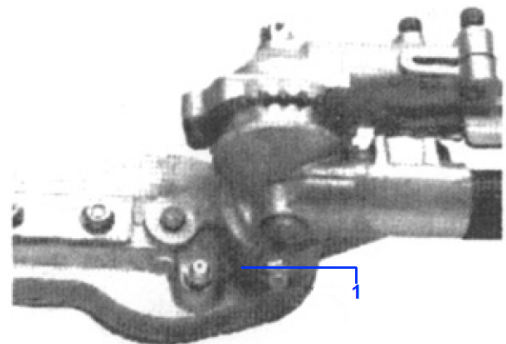

Fig.HT15
- c. Glisser le carter hors du tube. Utilisant une burette d'huile, lubrifier le carter d'engrenage (Fig.HT15) (environ 10 grammes) jusqu'à ce que vous voyiez la graisse purgée du carter.